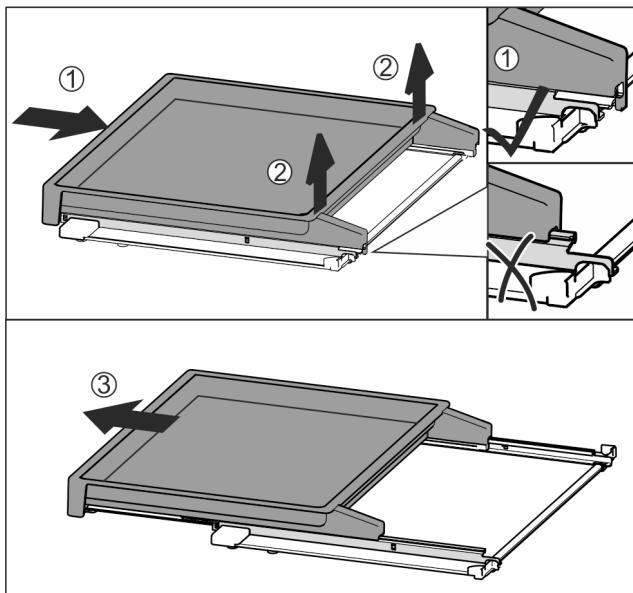

Fig. 78
- Împingeți complet raftul extractibil în interior Fig. 78 (1).
- Desfaceți blocarea din partea din spate Fig. 78 (2).
- Extragăți raftul extractibil către înainte Fig. 78 (3).